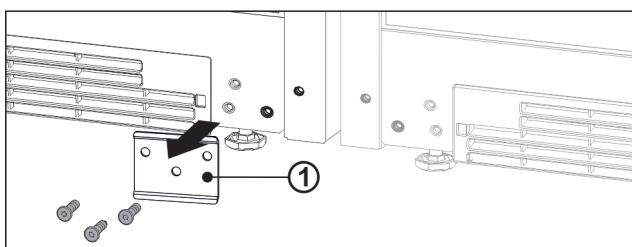

Fig. 14
- ▶ Если установлен металлический лист Fig. 14 (1), открутите металлический лист.